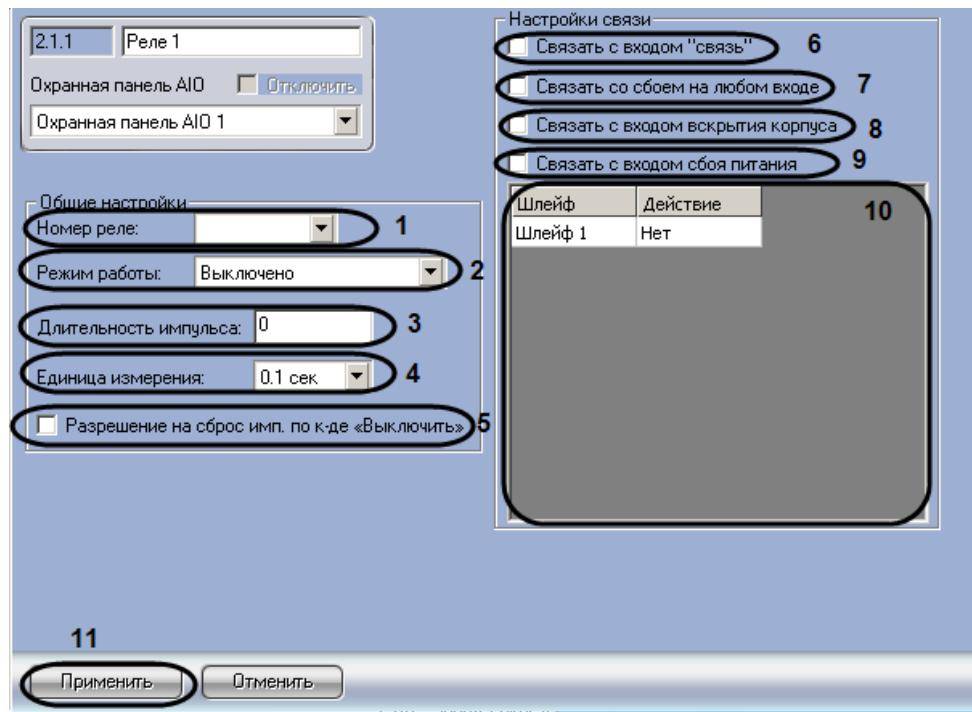

Рис. 3.5-6 Панель настроек объекта Реле
1. Перейти на панель настроек объекта **Реле** (Рис. 3.5-6).
2. Из раскрывающегося списка **Номер реле**: выбрать порядковый номер реле (см. Рис. 3.5-6, 1).
3. Из раскрывающегося списка **Режим работы**: выбрать режим работы реле (см. Рис. 3.5-6, 2, Таб. 3.5-2).
- 4.1 Из раскрывающегося списка **Единица измерения**: выбрать режим единицы измерения длительности импульса (см. Рис. 3.5-6, 4).
- 4.2 В поле **Длительности импульса** установить значение в выбранных единицах, определяющее длительность импульса (см. Рис. 3.5-6, 3).
5. Если необходимо включить возможность сброса импульса при смене режима работы на **Выключено**, установить флажок **Разрешение на сброс имп. по к-де «Выключить»** (см. Рис. 3.5-6, 5).
6. Установить флажок **Связать с входом "связь"**, если необходимо, чтобы реле реагировало на состояния входа **Связь** (см. Рис. 3.5-6, 6).
7. Установить флажок **Связать со сбоем на любом входе**, если необходимо, чтобы реле реагировало на сбой любого из входов (см. Рис. 3.5-6, 7).
8. Установить флажок **Связать с входом вскрытия корпуса**, если необходимо, чтобы реле реагировало на состояния корпуса охранной панели (см. Рис. 3.5-6, 8).
9. Установить флажок **Связать с входом сбоя питания**, если необходимо, чтобы реле реагировало на состояние питания охранной панели (см. Рис. 3.5-6, 9).
10. Настроить взаимодействие реле и шлейфов (см. Рис. 3.5-6, 10). В столбце **Действие** выбрать состояния шлейфов, при которых реле будет замыкаться (Таб. 3.5-3).
11. Для сохранения внесенных изменений необходимо нажать кнопку **Применить** (см. Рис. 3.5-6, **11**).
7. Для сохранения внесенных изменений необходимо нажать кнопку **Применить** (см. Рис. 3.5-6, 11).